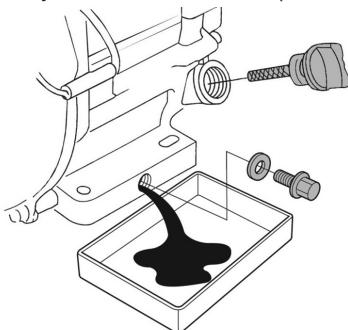

Рис. 25 Замена масла в двигателе
- Очистите от загрязнений зону вокруг маслозаливной горловины. Извлеките крышку-щуп из маслозаливной горловины (Рис. 25) и протрите щуп чистой ветошью.
- Открутите пробку для слива масла и слейте отработанное масло в подготовленную для этого емкость (Рис. 25).